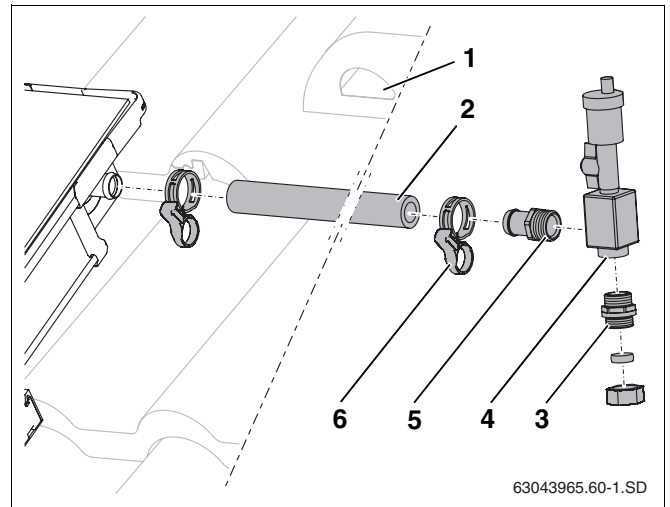

fig. 56 Instalar a mangueira solar à ligação de impulsão
- ▶ Aplicar a mangueira solar comprida (1000 mm, fig. 56, **item 2**) na ligação de impulsão do campo de colectores e fixar com a braçadeira de mola.
- ▶ Passar a mangueira juntamente com o cabo do sensor pela câmara de purga (fig. 56, **item 1**) e pelo isolamento do telhado.
- ▶ Apertar o terminal de mangueira R $\frac{3}{4}$ com o O-Ring (fig. 56, **item 5**) e o casquilho duplo com o O-Ring (fig. 56, **item 3**) na câmara de ar (fig. 56, **item 4**).
- ▶ Colocar o terminal de mangueira até ao batente na mangueira solar e fixar com a braçadeira de mola (fig. 56, **item 6**).
- ▶ Ligar a tubagem colectora à união roscada de anel de aperto (fig. 56, **item 3**).